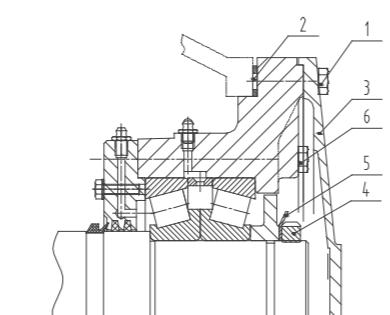
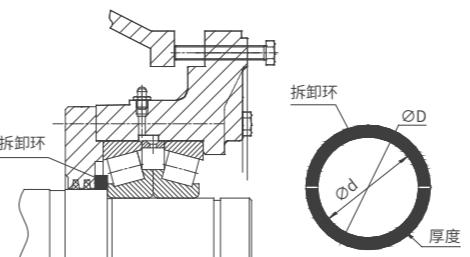
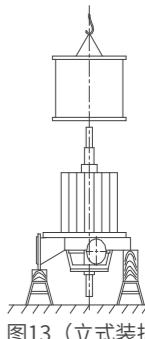

图11后轴承结构图
图12
图13 (立式装拆)
参看图11
- c、松开均匀分布的螺栓6，在轴承内压盖与轴承之间放入分半拆卸环（见图12），然后，重新均匀地上紧螺栓6。用拆卸前轴承的方法，将后轴承体、轴承内盖、轴承一齐拆下。
由于2BE1 503~705的轴承过盈量较大，用图11、图12的方法难以将轴承拉出，可将前后轴承部件拆至图13，然后以轴承内圈为受力点，套入分半圆环将轴承拉出。具体方法可参照机械工程手册有关轴承的拆卸方法。